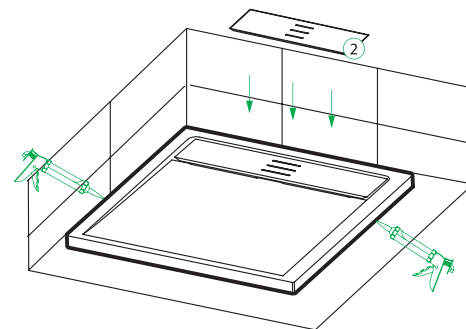

Рис. 9/9-сур.
4. Поместите поддон поверх рабочей зоны, строительным уровнем скорректировав его положение по горизонтали (рисунок 8). Силиконом загерметизируйте стыки прилегания поддона к стенам. Рисунок 9. Зафиксировав поддон, оставьте его на 48 часов для высыхания.